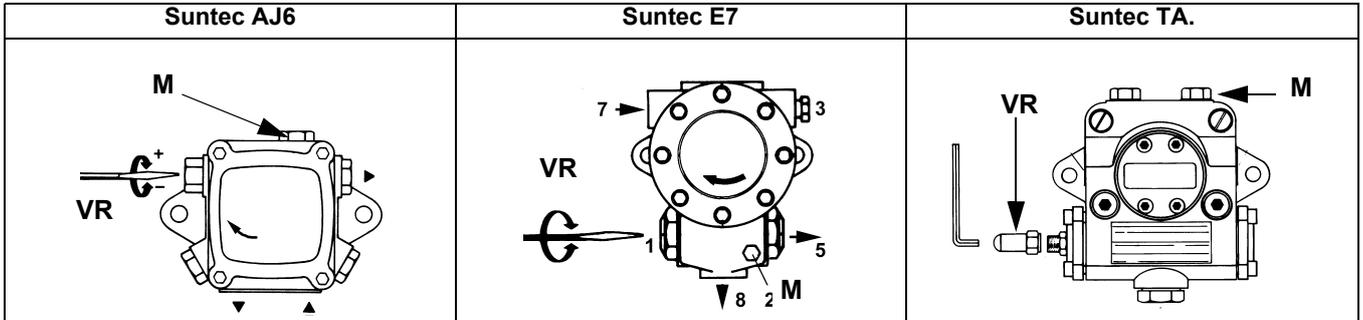
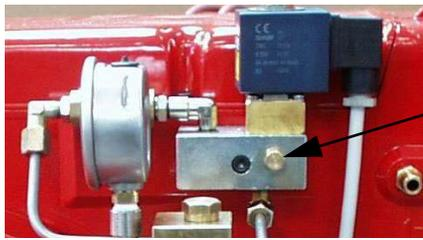

Fig. 28
Fig. 29
- 3 sfiatare l'aria dall'attacco (**M**) manometro della pompa (Fig. 28), allentando leggermente il tappo, senza toglierlo; quindi rilasciare il contattore.
- 9 La pressione di alimentazione ugello è già pre-tarata in fabbrica e non deve essere cambiata. Solo se necessario, regolare la pressione di alimentazione (vedi relativo paragrafo) nel modo seguente: inserire un manometro nella posizione indicata in Fig. 29 agire sulla vite di regolazione **VR** della pompa (vedi Fig. 28) fino ad ottenere una pressione all'ugello pari a 20 bar (ugelli Monarch o